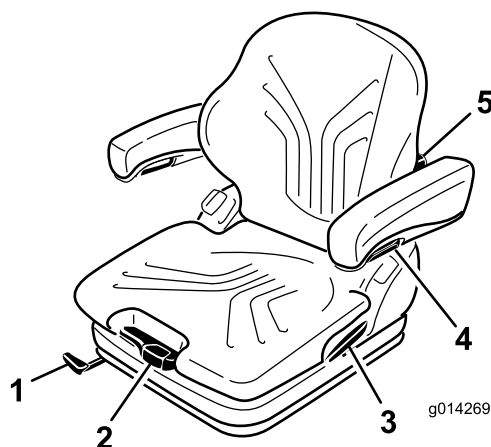

Figure 16
Le siège est réglé pour le poids du conducteur en tirant ou en poussant le levier de réglage correspondant (Figure 16).
1. Levez le levier pour débloquer et régler le siège (Figure 16).
En tournant le bouton de réglage vers le haut, vous pouvez régler le renflement de la partie supérieure du dossier. En tournant le bouton vers le bas, vous pouvez régler le renflement de la partie inférieure du dossier (Figure 16).
Pour régler la hauteur des accoudoirs, séparez le cache rond (Figure 16) du couvercle, desserrez l'écrou hexagonal (13 mm) qui se trouve derrière, réglez les accoudoirs à la position voulue puis resserrez l'écrou. Remplacez le cache sur l'écrou.
Pour régler l'angle des accoudoirs, tournez le bouton de réglage (Figure 16).
Tirez sur le levier pour libérer le verrou du dossier (Figure 16). Lorsque le verrou est libéré, ne vous appuyez pas contre le dossier.